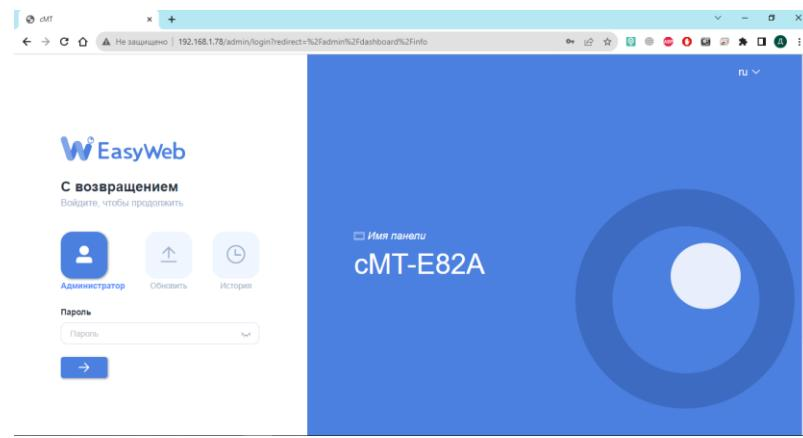

Рисунок 8.12 – Web-интерфейс панели оператора БС
2. В поисковой строке Веб-браузера ввести IP-адрес панели оператора, установленный в п.п. 4.2.2 или IP-адрес, полученный из ПО EasyAccess 2.0 (см. п.п. 8.1.1) и нажать «Enter» на клавиатуре АРМ администратора (рисунок 8.12).